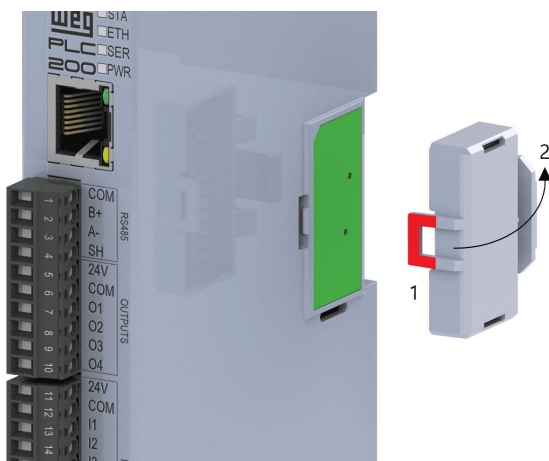

Figura 3.6: Encaixe do fechamento
A correta instalação do fechamento é feita encaixando primeiramente a parte destacada em vermelho (1) na Figura 3.6 na página 3-4, em seguida, com um pequeno movimento de rotação, encaixar a parte (2) que fica próxima ao trilho ou painel.